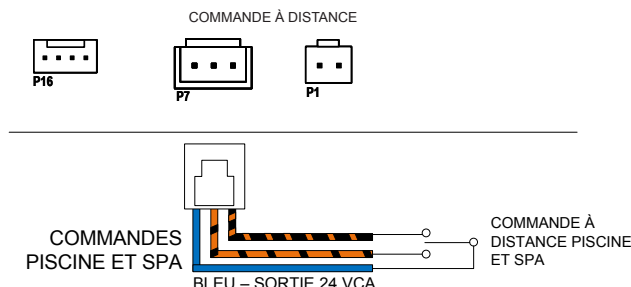

Figure 63. Installation du faisceau de la télécommande 3 fils
5. Sur le faisceau d'interface à 3 fils de la télécommande, connectez le fil BLEU d'un côté du contrôleur d'automatisation à distance et connectez le fil ORANGE/NOIR pour le fonctionnement « SPA » et le fil NOIR/ORANGE pour le fonctionnement « POOL ». Voir **Figure 63**.
6. Placez le faisceau de la commande à distance à 3 fils sur le connecteur « P7 » et mettez l'appareil sous tension. Voir **Figure 63**.